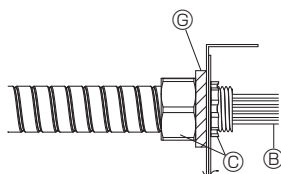

Fig. 8-6
- Cuando instale la placa de conducto (J), recorte únicamente los orificios semiperforados que sean necesarios para el cableado (G). Si se recortan orificios semiperforados que no son necesarios, pueden producirse daños debido a la invasión de pequeñas criaturas o insectos.
- Cuando recorte los orificios semiperforados de la placa de conducto, tenga cuidado de no producir ninguna deformación o distorsión en la placa. Asimismo, asegúrese de que no quede ningún hueco entre la placa y los tubos de conducto o los orificios de conducto, ya que podría producirse una avería de la tarjeta controladora debido a la invasión de pequeñas criaturas o insectos. (Fig. 8-6)